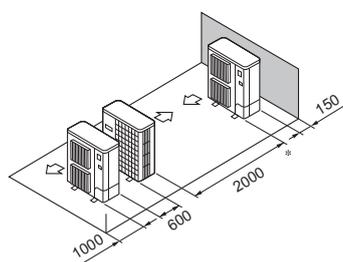

Fig. 2-12
- ⑤ Enkelt parallelt enhedsarrangement (Fig. 2-12)